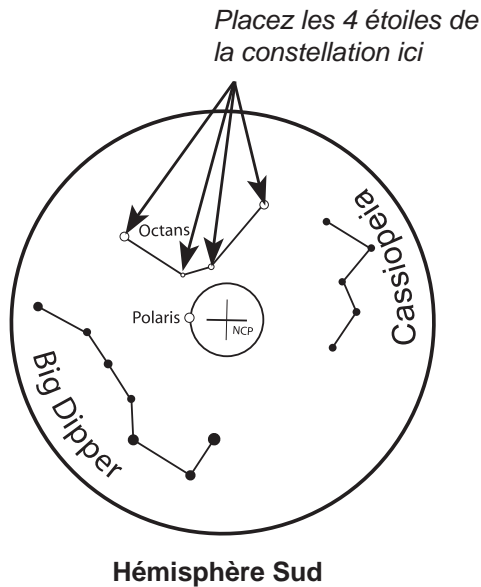

Fig. 3.2a
Une fois que la monture est sous tension et que le viseur polaire est éclairé, la gravure du réticule ci-dessus (Fig. 3.2a) doit devenir visible dans le champ du viseur polaire. Si l'image est floue, tournez l'oculaire du viseur pour faire la mise au point.
2. **Pour l'hémisphère Sud** : Dans le champ du viseur polaire, repérez les 4 petites étoiles (voisines des magnitudes 5 et 6) qui forment l'astérisme de la constellation de l'Octant, comme marqué sur le réticule (Fig. 3.2a). Desserrez le frein de l'axe d'A.D et tournez l'axe pour aligner l'astérisme gravé sur le réticule avec la position réelle de la constellation de l'Octant dans le ciel. Utilisez ensuite les vis de réglage fin de la latitude et de l'azimut pour placer les 4 étoiles dans les 4 petites cercles de l'astérisme gravé sur le réticule.
Comme l'étoile Polaire n'est pas située exactement sur le pôle Nord céleste, elle tourne autour du pôle dans le viseur polaire. Le cercle situé au centre du réticule (Fig. 3.2a) représente l'orbite apparente de l'étoile Polaire autour du pôle Nord céleste. Par conséquent, lors de la mise en station, il est important de connaître la position de l'étoile Polaire sur cet orbite apparente. Trois méthodes permettent de déterminer cette position :
3. A la fin de l'initialisation du système SynScan, et après la saisie de la longitude, de la latitude, de la date et de l'heure locales, la raquette affiche le message ***Polaris Position in P.Scope=HH:MM***. Le cercle de la Fig. 3.2a est assimilable au cadran d'une horloge de 24h, où 12:00 est en haut et HH:MM représente l'heure sur le cadran. L'angle horaire de l'étoile Polaire est donné par cette valeur HH:MM que l'on projette ensuite sur le cadran virtuel de l'horloge, indiquant ainsi la position attendue de la Polaire dans le viseur. Il suffit de positionner le cercle marqué *Polaris* à l'heure indiquée puis de centrer l'étoile Polaire dans le petit cercle.